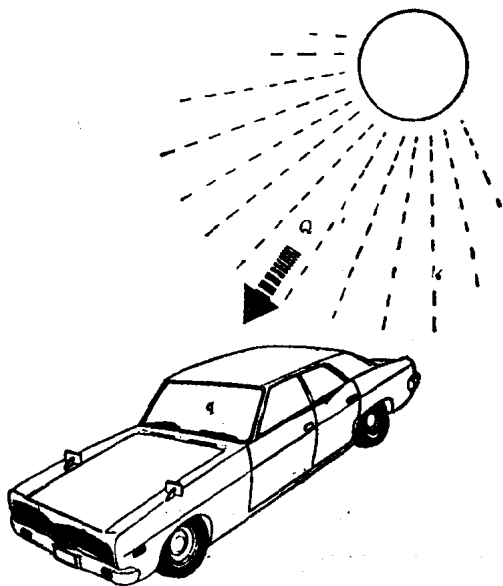

图 1-5 制冷负荷示意
(2) 制冷负荷。为了把车室的温度和湿度保持在一定的范围内，必须将来自车外太阳的辐射热（用 Q 表示）和车室内人体发出的热量（用 q 表示）排除到大气中去。这两种热量的总和就叫做制冷负荷。制冷负荷示意如图1-5。